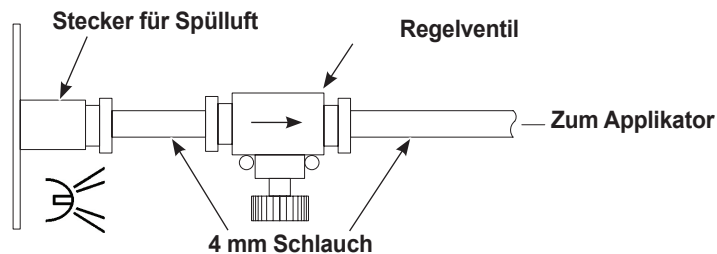

Abbildung 3-13 Anschließen von Mengenregelventil und Spülluftschlauch
6. Siehe Abbildung 3-13. Den transparenten 4-mm-Schlauch und das mit dem System gelieferte Mengenregelventil wie abgebildet mit dem Stecker für Spülluft an der Rückwand verbinden. Das Mengenregelventil kann sich an jeder beliebigen Stelle befinden. Mit einem Rohrschneider sicherstellen, dass die Schlauchenden gerade sind.